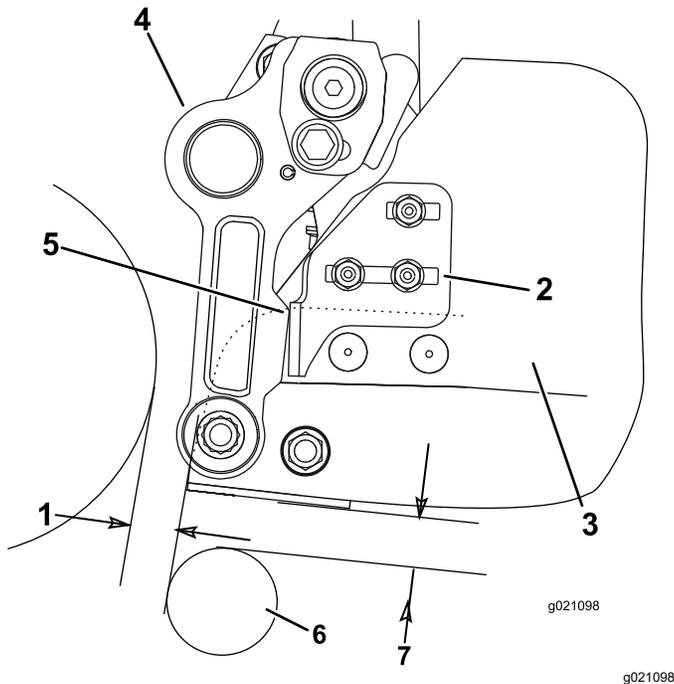

Figure 12
- De chaque côté du bac, desserrez les écrous des boulons de carrosserie qui fixent les supports de butée au bac (Figure 12).
- Positionnez le bac parallèlement au plateau de coupe, avec un espace d'au moins 6 mm entre le rebord du bac et le cylindre (Figure 12).